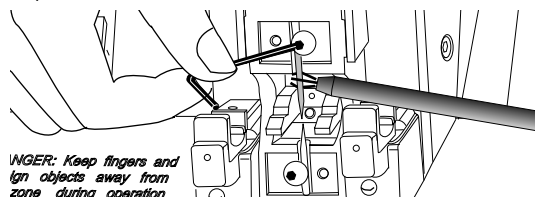

Abbildung 77
2. Fassen Sie eine der Elektroden mit Hilfe des mitgelieferten Abziehwerkzeugs (siehe Abb. 77).
3. Lösen Sie die Inbusschraube mit dem mitgelieferten Inbusschlüssel. Berühren Sie beim Aus- und Wiedereinbau der Elektroden keinesfalls die Elektrodenspitzen, damit diese nicht mit Hautfetten in Berührung kommen (siehe Abb. 77).